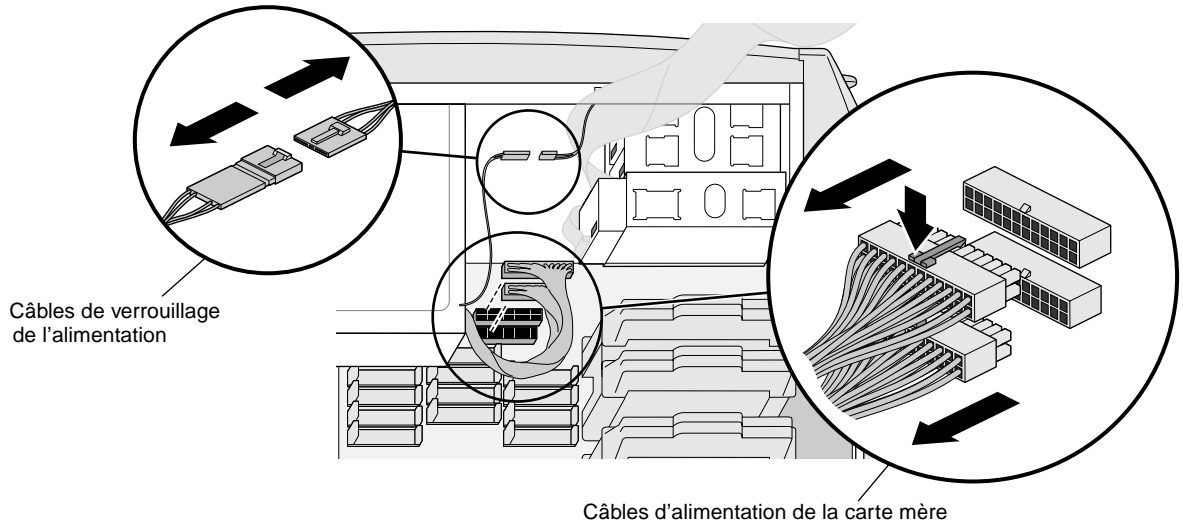

Figure 7-3 Retrait des cordons d'alimentation de la carte mère et de verrouillage de l'alimentation
5. Déconnectez les deux parties du câble de verrouillage de l'alimentation (voir Figure 7-3).